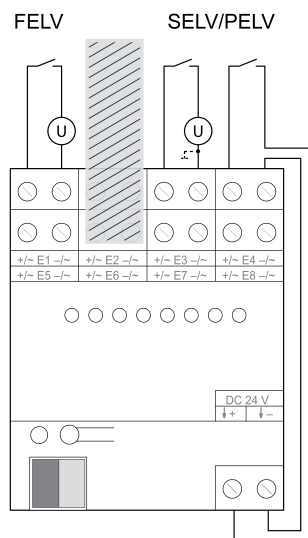

Рисунок 5
- Между входами, подключаемыми цепями тока SELV/PELV и FELV, необходимо оставить два неиспользуемых входа (рисунок 5).